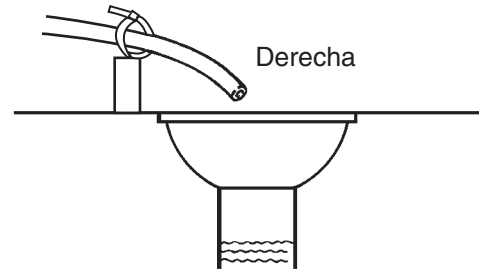

Figura 27 Conexión de la tubería de drenaje
**NOTA:** Una vez que se introdujo la tubería en la tuerca, no se la puede extraer. Se deberá retirar la tuerca. Consulte la Figura 27 para obtener información sobre la instalación correcta.